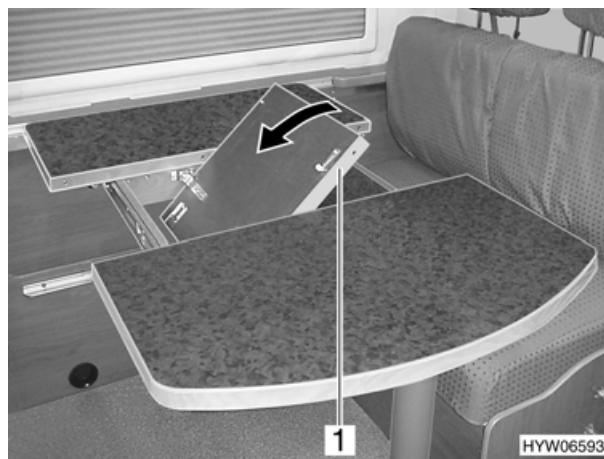

Fig. 42 Tavolo soggiorno, ribaltare il piano del tavolo
- Estrarre il piano prolunga (Fig. 42,1) in direzione della freccia.